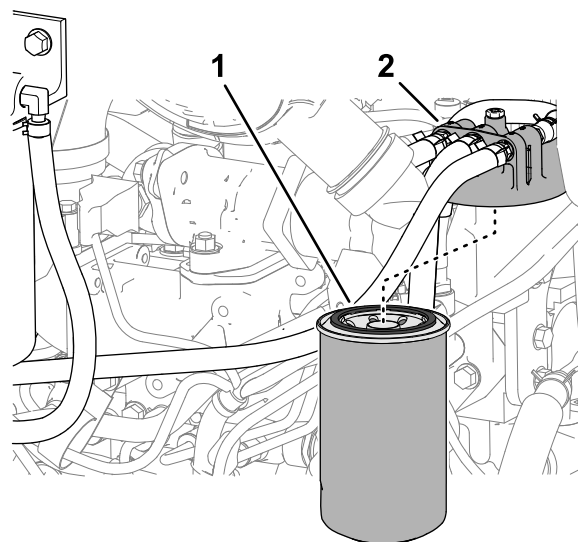

Figura 130
3. Curățați zona din jurul capătului filtrului de combustibil (Figura 130).
4. Scoateți filtrul și curățați suprafața de montare a capătului filtrului (Figura 130).